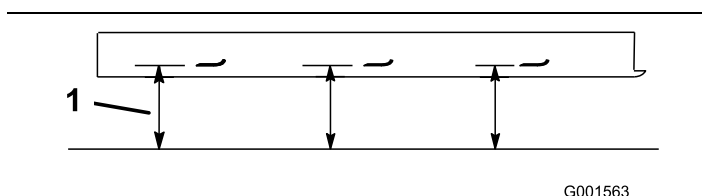

Figure 55
2. Mesurez la distance entre une surface plane et le tranchant (position A) des lames (Figure 55). Notez cette valeur.